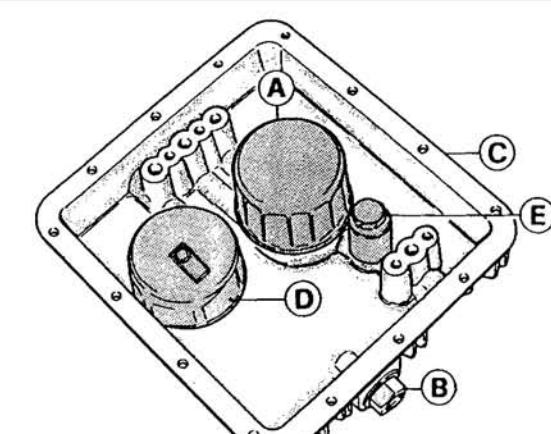

Fig. 16
«B» Bouchon de vidange (fig. 16)
4.2 REMPLACEMENT DE LA CARTOUCHE DE FILTRE ET NETTOYAGE DE LA CRÉPINE (fig. 16)
«B» Ablassstopfen (Abb. 16)
4.2 AUSTAUSCH DER FILTERPATRONE UND REINIGUNG DES NETZFILTERS (Abb. 16)